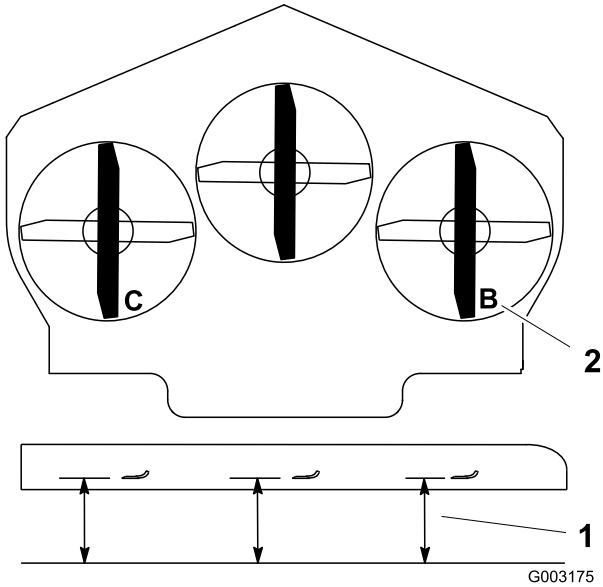

Bild 71
- Stellen Sie das rechte Schnittmesser in Längsrichtung (Bild 71).
- Messen Sie das rechte Messer an der Stelle **B** von einer ebenen Oberfläche bis zur Schnittkante der Messer (Bild 71).
4. Stellen Sie das linke Schnittmesser in Längsrichtung (Bild 71).
5. Messen Sie das linke Messer an der Stelle **C** (Bild 71) von einer ebenen Oberfläche bis zur Schnittkante der Messer.